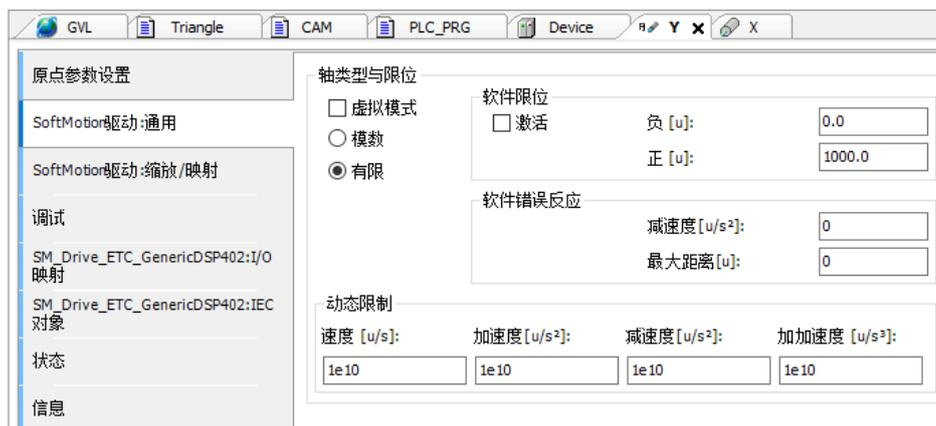

图 5.50 修改轴的动态限制参数
**注意：**执行插补运动之前，要修改各轴的动态限制：4 个参数都要改为一个大数值，如图 5.50 所示。